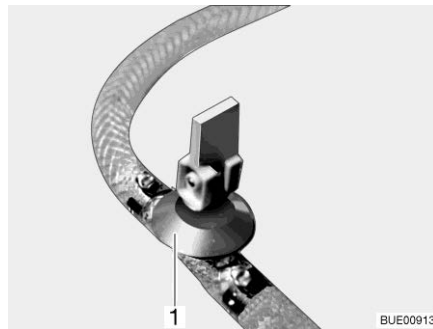
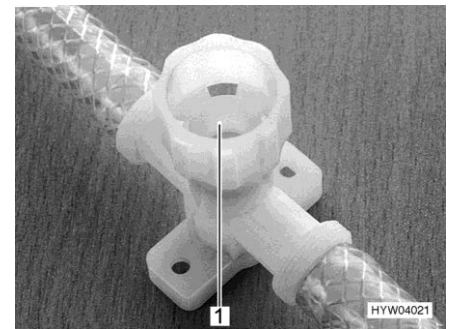

Bild 251 Avtappningskran (med vipparm)
Bild 252 Avtappningskran (med vrid)
- Stäng alla avtappningskranar. Ställ för detta avtappningskranens vipparm (Bild 251,1) vågrätt eller vrid avtappningskranens kran (Bild 252,1) medurs.